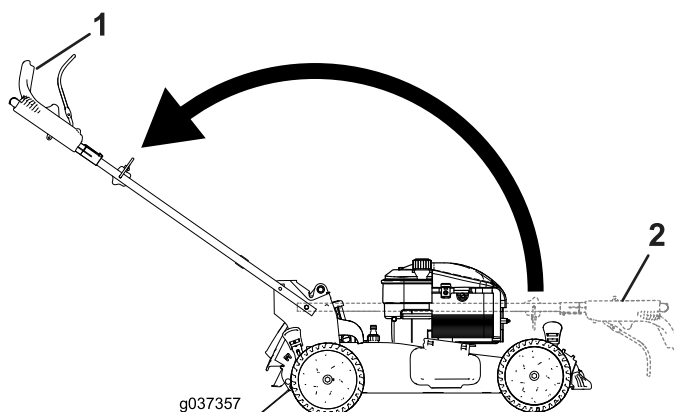

Figure 6
3. Dépliez le guidon en arrière à la position d'utilisation (Figure 6).